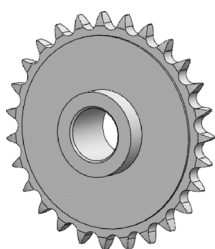

图 3-143 执行倒角操作
STEP 1 单击“特征”工具栏中的“倒角”按钮，设置倒角“距离”为 1mm，“角度”为 45° ，选择模型轮毂的两条内边线，执行倒角操作，效果如图 3-143 所示。